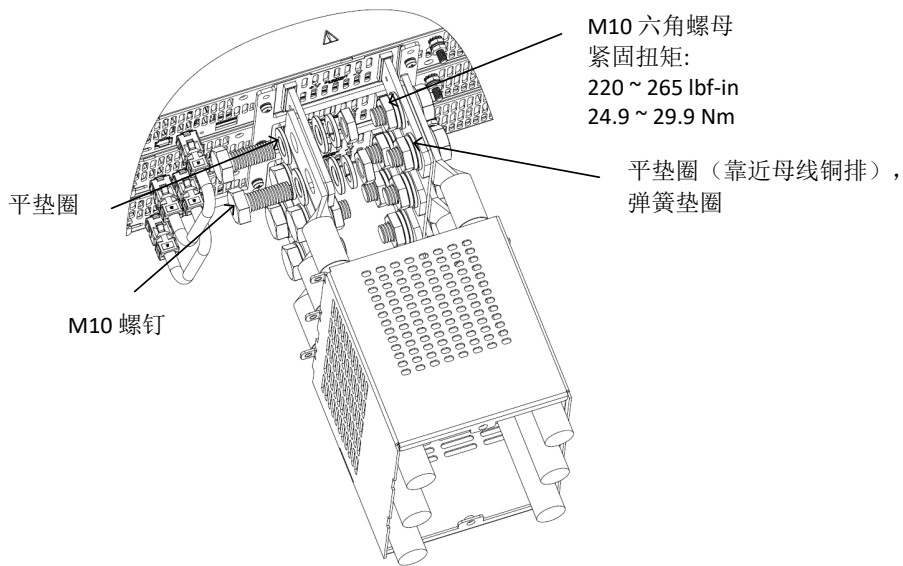

图 4-62: 20V - 40V 导线安装
5. 将导线固定到母线上，如图 4-62 所示（所示为 15kW，也适用于 10kW）。